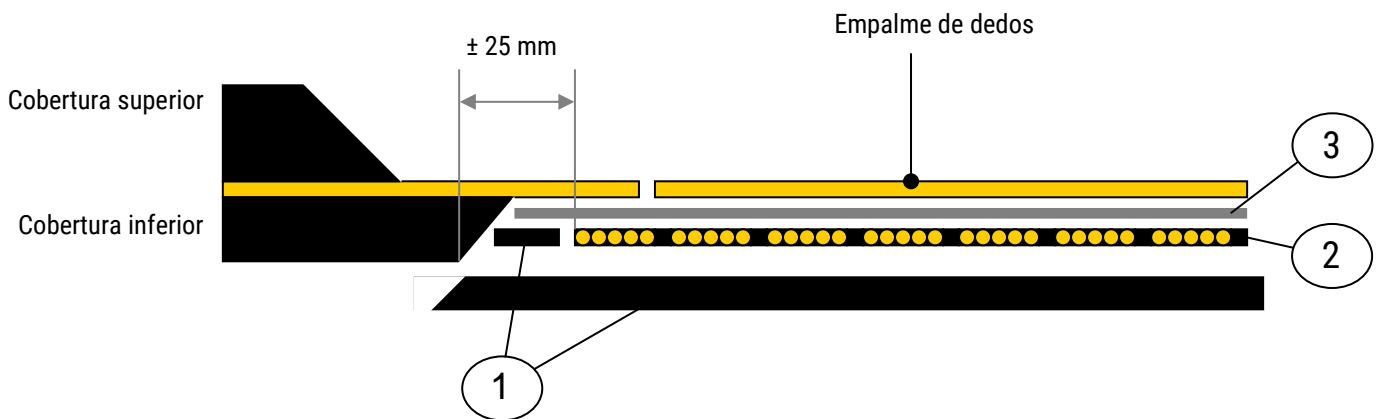

Figura 3. Estructura de la cobertura inferior
- Prepare la cobertura inferior para ajustarla a las dimensiones del empalme (ver figura 3). El espesor de la nueva cobertura inferior debe ser igual al espesor de la cobertura inferior eliminada o 0,5 mm mayor. Aplique la solución para producir la Cobertura inferior.